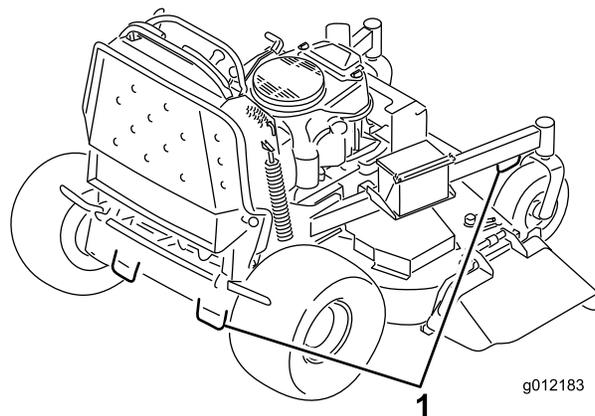

Рисунок 30
7. С помощью строп, цепей, тросов или канатов закрепите машину в точках, расположенных рядом с передними поворотными колесами и на заднем бампере (Рисунок 30). Изучите местные нормативные документы по требованиям к креплению оборудования.